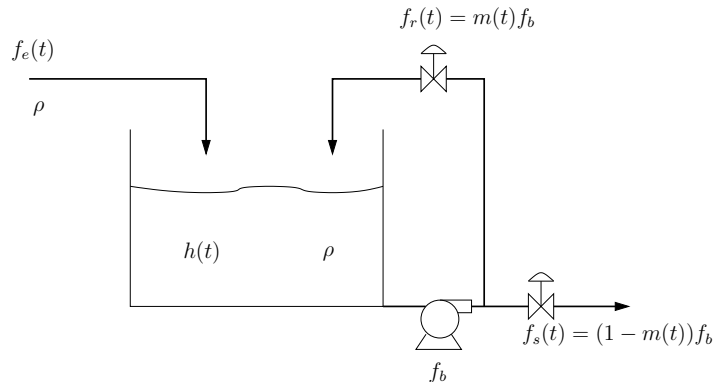

Figura 6: Tanque de nível com recirculação.
6. Considere o tanque com fluxo de reciclo (recirculação) mostrado na Figura 6. Objetiva-se estudar a dinâmica do nível, $h(t)$, de acordo com o fluxo de entrada, $f_e(t)$, e a abertura das válvulas, $m(t)$. Considere a densidade, ρ , a área do tanque, A , e a vazão da bomba, f_b , como sendo conhecidas e constantes. A abertura das válvulas é determinada por $m(t) \in [0, 1]$.